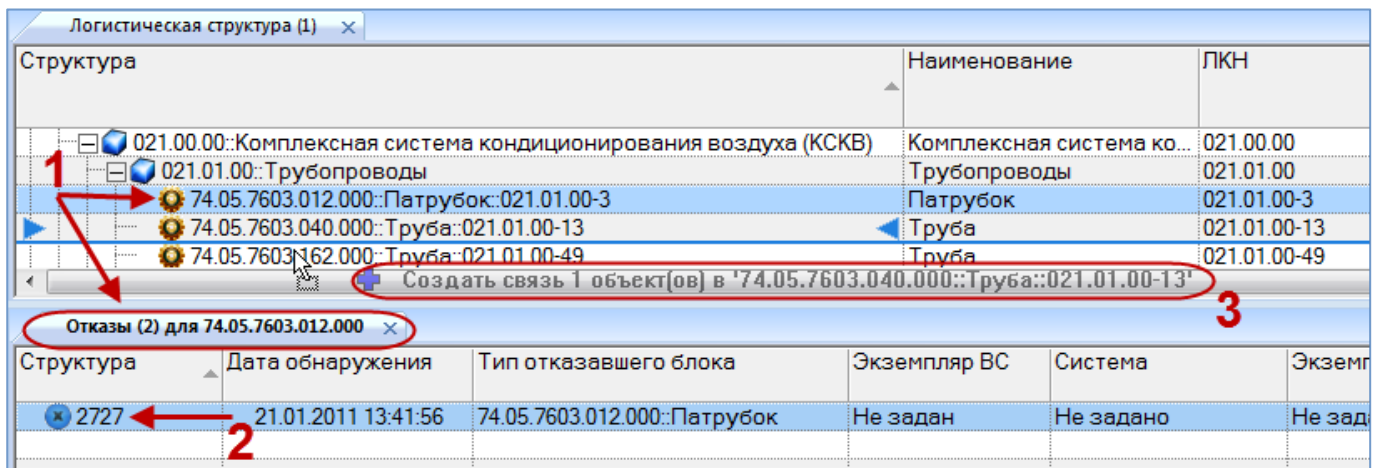

Рис. 13-288 – Переместить отказ на компонент
- 3) Выбрать отказ в окне связанных объектов «Отказы» для выбранного компонента. (1 на рис. 13-288).
4) Переместить с помощью мыши отказ в рабочее окно «Логистическая структура» на другой компонент – появится подсказка вида «+ Создать связь X объект(ов) в ...» (2 на рис. 13-288). Отпустить кнопку мыши.